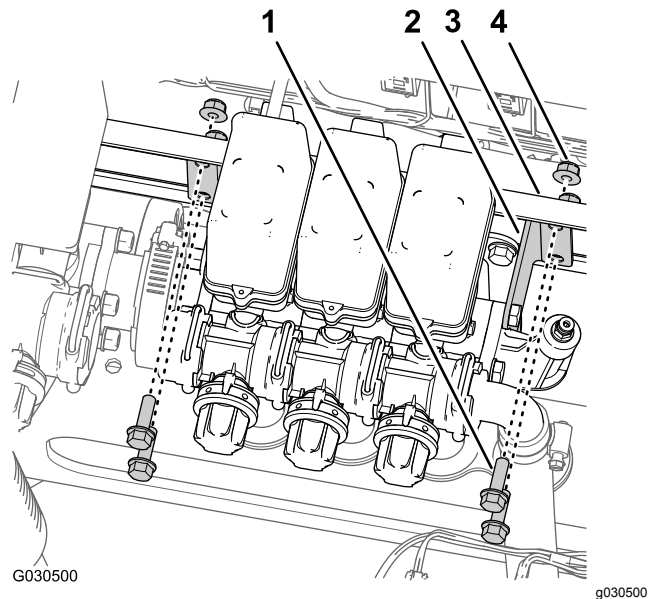

Bild 63
5. Entfernen Sie die vier Bundkopfschrauben (5/16" x 1") und die vier Sicherungsbundmutter (5/16"), mit denen die Befestigungshalterungen an jedem Ende der drei Auslegerabschnittventile an der Verteilerbefestigung befestigt sind (Bild 63).